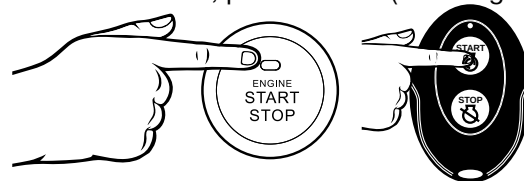

Figure 10 - Démarrage par bouton poussoir / démarrage à distance
7. Appuyez et maintenez enfoncé le bouton de démarrage pendant 1 seconde, puis relâchez. Si vous utilisez le démarrage à distance, maintenez START enfoncé sur la télécommande jusqu'à ce que le générateur démarre, puis relâchez (voir la figure 10).